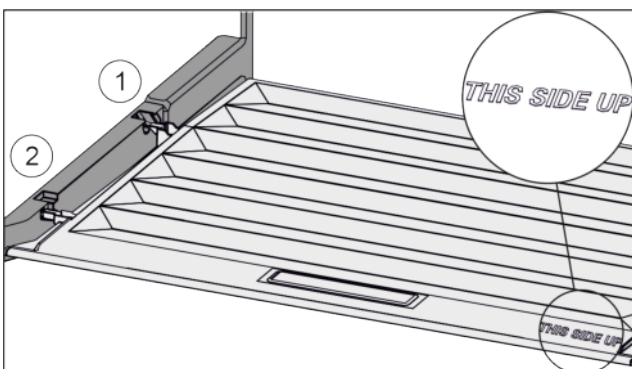

Fig. 85
- Deckelstege über Öffnung der hinteren Halterung Fig. 85 (1) einführen und vorne in Halterung Fig. 85 (2) einrasten.